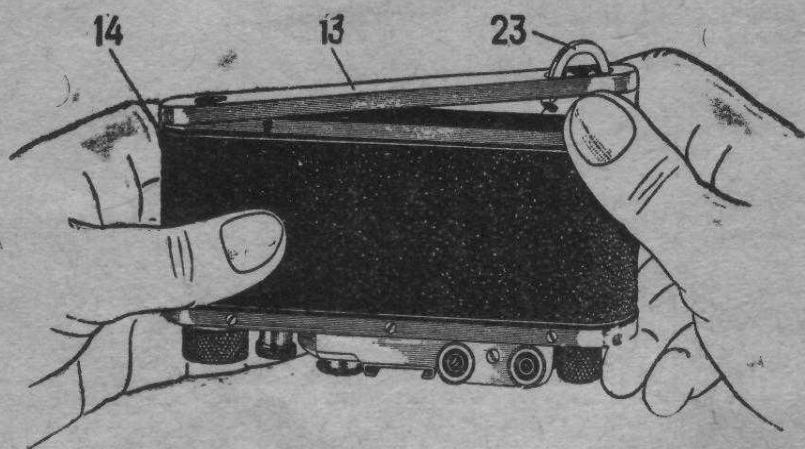

Рис. 2.
23. Замок на нижней крышке (не виден, см. рис. 2).
Выньте фотоаппарат из футляра, отвернув штативную гайку футляра от нижней крышки камеры. Возьмите камеру так, как показано на рис. 2. Поднимите дужку замка 23 и поверните ее против часовой стрелки на пол-оборота, чтобы стрелка замка указывала на знак «ОТКР».